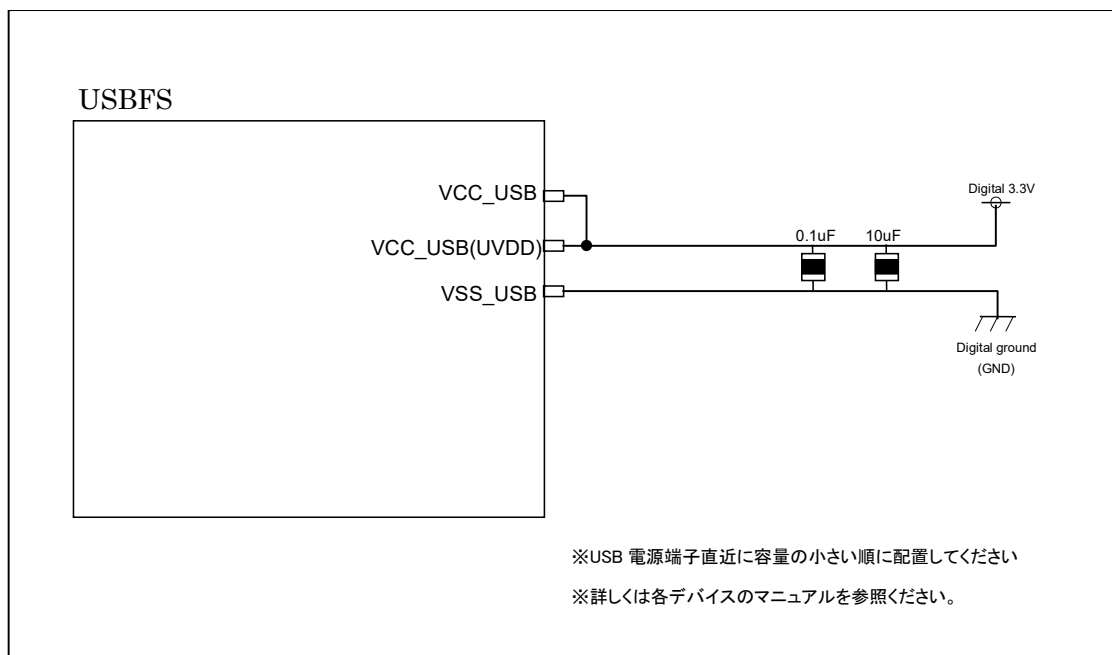

図 4.2 USBFS の電源・GND 接続例
- ・ デカップリングコンデンサの容量値としては、0.1 μ F, 10 μ F の容量を USB 電源端子の直近に配置することを推奨します。図 4.2 USBFS の電源・GND 接続例にデカップリングコンデンサの配置例を示します。